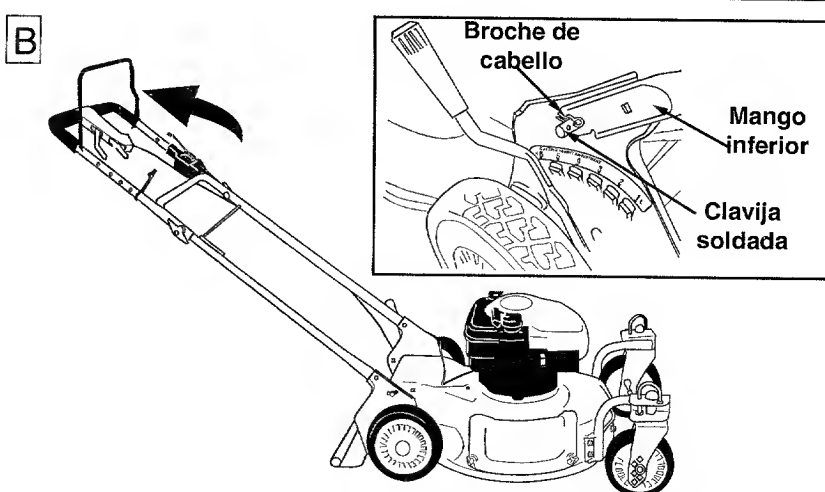

Figura 3
- Usando un par de pinzas, inserte el broche del cabello dentro del orificio interior de la clavija soldada. Repita del otro lado. Vea el recuadro de la Figura 3.